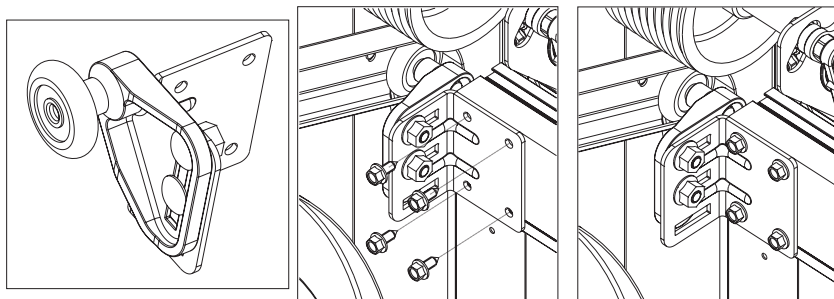

Рис.31
На рис. 31 показана установка верхнего кронштейна на воротах с электроприводом.
- на воротах с электроприводом ходовой ролик должен находиться у верхней стороны переднего направляющего профиля (рис. 31);